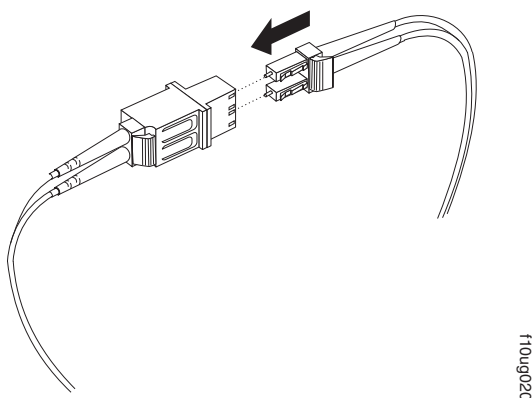

図 32. LC-SC ケーブル・アダプターへの LC-LC ケーブルの接続
4. 図 32 に示すように、LC-LC ケーブルのもう一方の端を、LC-SC ケーブル・アダプターの LC コネクター側の端に慎重に挿入します。正しい位置でクリック音がするまで、コネクターを押し込みます。